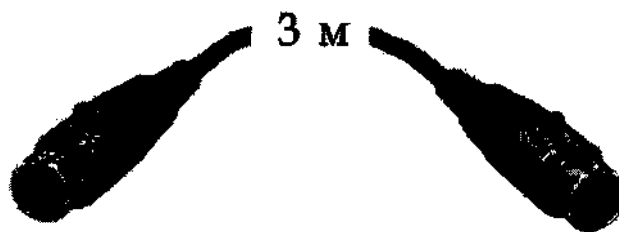

Рисунок 16 – Кабель игольчатого электрода.
3.7.3 Кабель игольчатого электрода (рис.16) – предназначен для соединения игольчатого электрода с блоком управления.